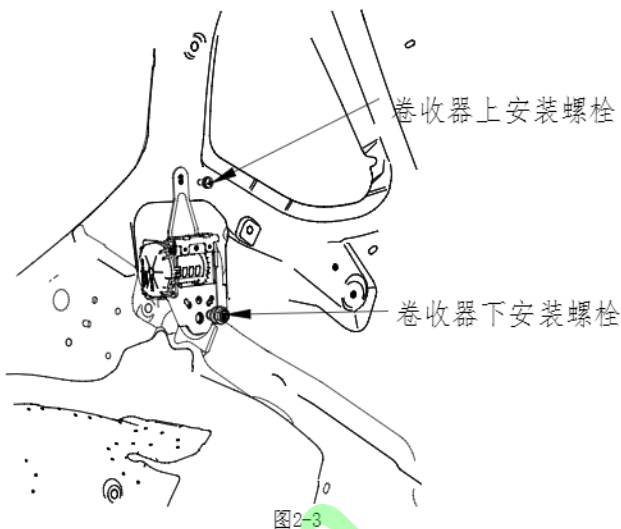

图 2-3
6、拆除卷收器上、下固定螺栓，拆除卷收器。卷收器上固定螺栓拧紧力矩 $12\text{N}\cdot\text{m}$ ，下固定螺栓拧紧力矩 $42\text{N}\cdot\text{m}$ （图 2-3）。